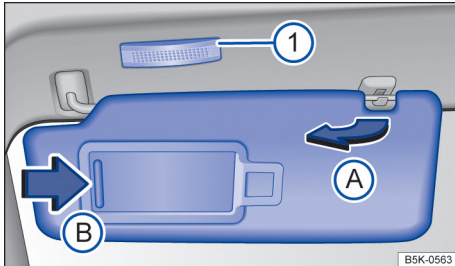

Fig. 82 Parasol.
- Retirar el parasol con cuidado del soporte sujetando la base de fijación y girar en la dirección de las puertas → fig. 82 (A).
En el parasol plegado hacia abajo se encuentra un espejo de cortesía atrás de una cubierta. Al abrir la cubierta → fig. 82 (B) se enciende una luz (1).